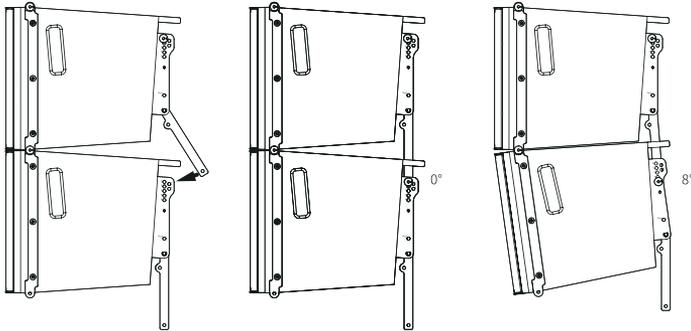

图14. M-FXA 线阵列的前后连接
7. 将第一个音箱的折叠式铝条与第二个音箱背部相连,并将第二个音箱的安全插销锁定在合适的孔位,设置所需的目标角度,共有九个角度可供选择,如图 14 所示。